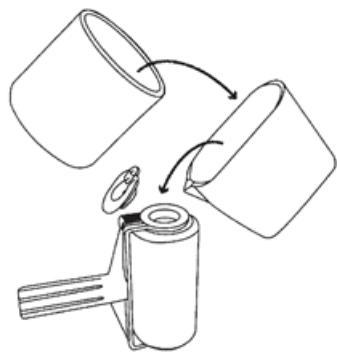

Fig. 1
3. Wlej do 900 ml farby do wałka malarskiego za pomocą dzbanka Easy Pour (rys. 1) .